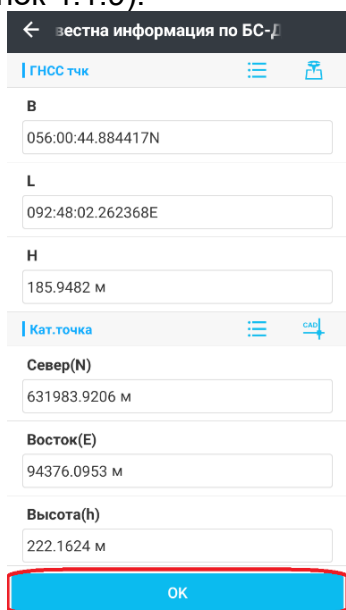
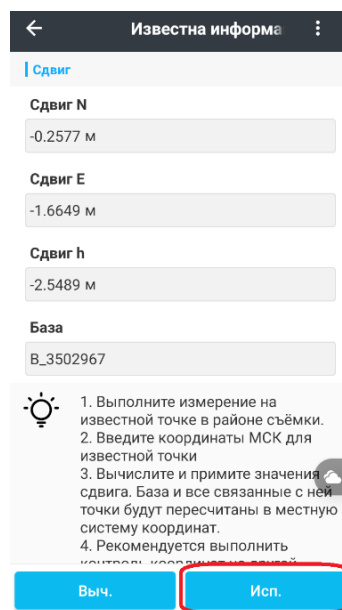

Рисунок 4.1.8
Рисунок 4.1.9
5. Нажмите **ОК** для вычисления сдвига (Рисунок 4.1.8). После этого сможете увидеть параметры сдвига указанной базы. Нажмите **Использовать**. Все точки, снятые от данной Базы, будут пересчитаны согласно примененным изменениям (Рисунок 4.1.9).
Для отмены сдвига зайдите в меню с его параметрами и во всех полях укажите ноль. Нажмите **Использовать** и подтвердите действие (Рисунок 4.1.9).